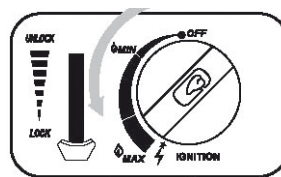

Fig. 2
4. Vrid gasreglaget (10) hela vägen åt vänster (moturs) till IGNITION-läget, så att tändningen klickar till (fig. 2)